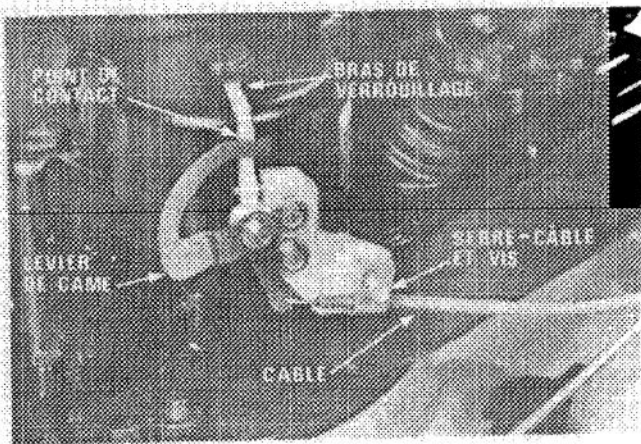

Figure 32
Le mécanisme de déclenchement de démarreur (Fig. 32) sur le côté gauche du moteur, en conjonction avec la commande d'entraînement, débraye le démarreur à rappel afin que le moteur ne puisse être démarré lorsque la commande d'entraînement est en position d'EMBRAYAGE. À moins que le câble de commande vienne à se briser et soit remplacé, aucun ajustement ne devrait être nécessaire.
3. Desserrez la vis du serre-câble jusqu'à ce que le câble puisse glisser librement (fig. 32).
4. Tirez la poignée du démarreur à rappel lentement jusqu'à ce que le bras de verrouillage se déplace vers l'extérieur, et tenez le câble du démarreur dans cette position afin que le bras reste écarté (Fig. 32).
5. Déplacez le levier de came jusqu'à ce que le bras de verrouillage vienne en contact avec le "V" sur le côté intérieur du levier de came (Fig. 32). Tenez le levier de came et le bras de verrouillage dans cette position et relâchez la poignée du démarreur, puis serrez la vis du serre-câble (Fig. 32).